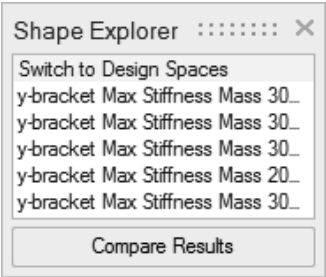

图 5-50
- 1) 选中形状探索器中的转换到设计空间，以转换回到初始设计空间，如图 5-50 所示。